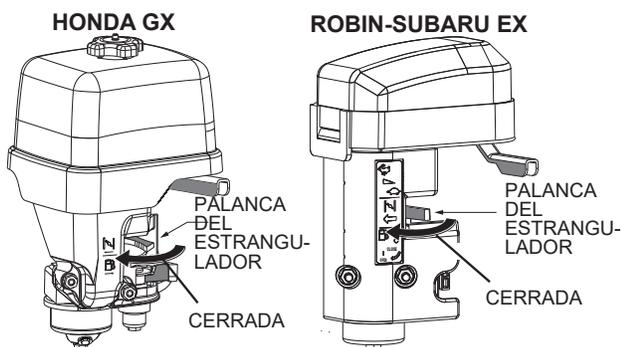

Figura 30. Palanca del estrangulador (CERRADA)
4. Si se arranca un motor frío, ponga la palanca del estrangulador en la posición **CERRADA** (Figura 30).
7. Si el motor ha arrancado, vuelva a poner lentamente la palanca del estrangulador a la posición **CERRADA** (Figura 30). Si el motor aún no ha arrancado, repita los pasos 1 a 6.